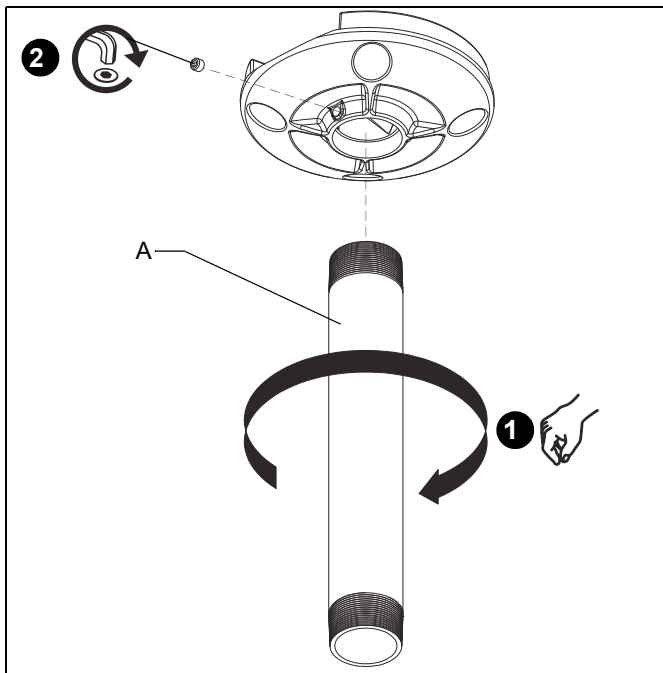

Figure 1
1. Insérez la colonne fileté NPT de 1½ po (A) dans la plaque/l'adaptateur (voir Figure 1). Serrez fermement la colonne.
- Assurez-vous que la colonne (A) est insérée dans la plaque/l'adaptateur sur quatre filetages complets.
2. Fixez la colonne (A) en serrant la vis de pression dans la plaque/l'adaptateur (voir Figure 1).
3. Installez et fixez le support pour projecteur/écran (non inclus) sur l'extrémité inférieure de la colonne (A) conformément aux instructions fournies.